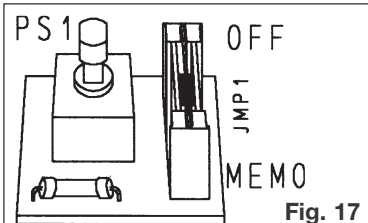

Fig. 17
- A- spostare il ponticello JMP1 in posizione "MEMO" (Fig. 17).
- A- bringen Sie die Brücke JMP1 in Stellung „MEMO“ (Abb. 17).
- A- move jumper JMP1 to "MEMO" (Fig. 17).
- A- déplacer le cavalier JMP1 pour le mettre sur la position "MEMO" (Fig. 17)
- A- poner el puente JMP1 en posición " MEMO " (Fig. 17)
- A. colocar o shunt JMP1 na posição "MEMO" (Fig. 17).